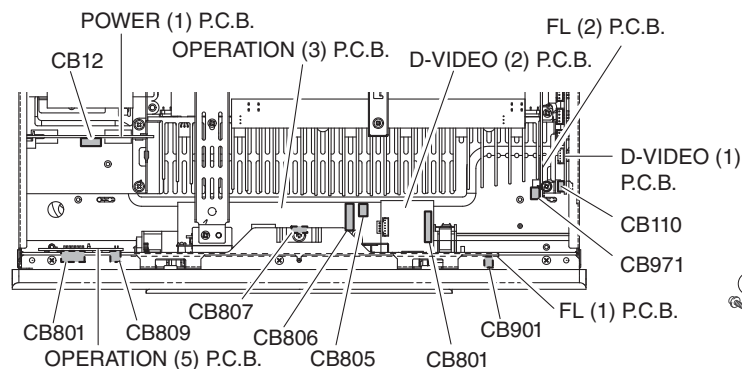

Fig. 2
- Remove CB12, CB110, CB801, CB805~807, CB809, CB901 and CB971. (Fig. 2)
- CB12、CB110、CB801、CB805 ~ CB807、CB809、CB901、CB971 を外します。(Fig. 2)